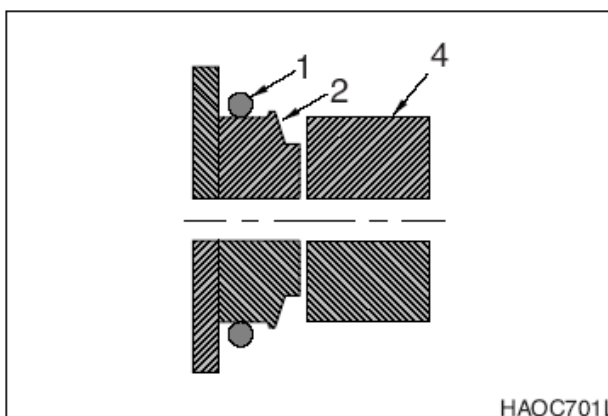

Рис. 96
3. Снять старое уплотнительное кольцо и временно установить новое (1, рис. 96) на выступ ковша (2). Убедиться, что канавка уплотнительного кольца на звене подвески ковша (4) и на выступе очищены.